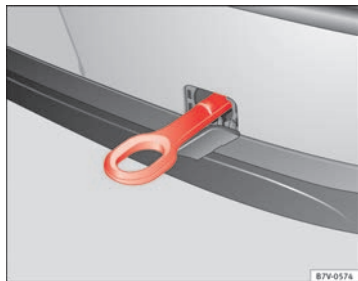

Fig. 222 Nel paraurti posteriore, sul lato destro: Occhiello di traino avvitato
La sede dell'occhiello di traino avvitato si trova nella parte destra del paraurti posteriore ⇒ fig. 222. Nei veicoli dotati di gancio di traino installato in fabbrica, dietro il coperchio non è presente **nessuna** sede per avvitare l'occhiello di traino. Per il traino, montare e utilizzare il giunto ⇒ pagina 248, ⇒ ❶.